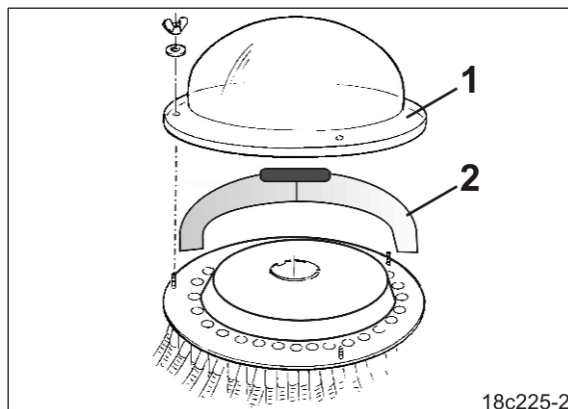

图 200
1. 拆除分配器外罩 (图 200/1) 。
2. 安装嵌件 (图 200/2) ，使得相应犁刀的种子供给系统被切断。